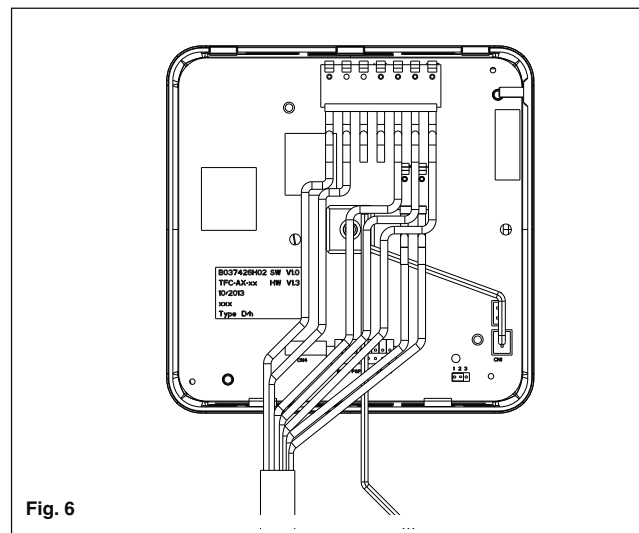

Fig. 6
Ouvrir la commande en dévissant la vis de fermeture © (fig. 6). Connecter le capteur côté connecteur sur la fiche électronique au connecteur ⑦ (fig. 6). Connecter l'autre extrémité au tube d'entrée